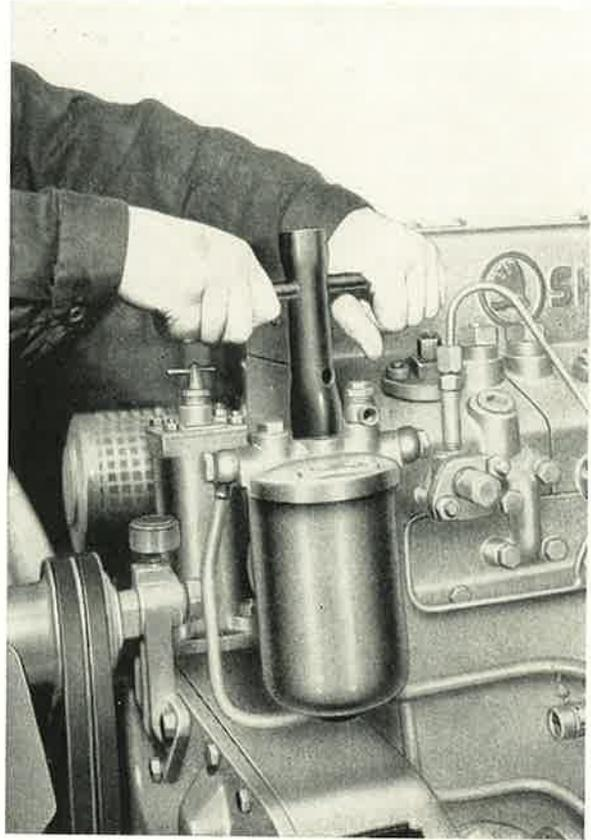

Abb. 46
- Den Kraftstofftank mit Dieselkraftstoff füllen, den Kraftstoffhahn am Tank öffnen und die Kraftstoffanlage entlüften. Das Entlüften wird wie folgt durchgeführt: Den Schraube am Kraftstoff-Filter (Abb. 46) lockern und den Kraftstoff so lange abfließen lassen, bis er keine Luftblasen